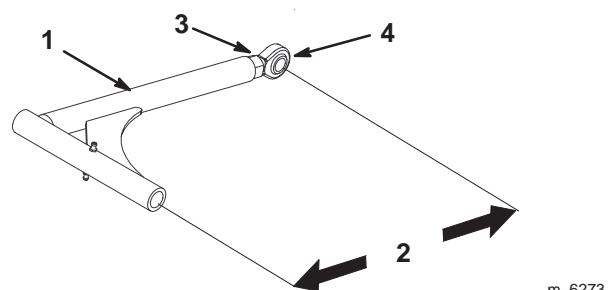

Figure 67
11. Si la poulie de renvoi fixe touche l'extrémité de la fente de réglage et si la courroie a besoin d'être tendue davantage, il est possible de modifier légèrement la longueur des bras de poussée (Fig. 67).
12. Pour régler les bras de poussée, desserrez l'écrou de blocage et tournez la rotule dans le sens anti-horaire, un tour à la fois. Réglez chaque côté de la même façon (Fig. 67).